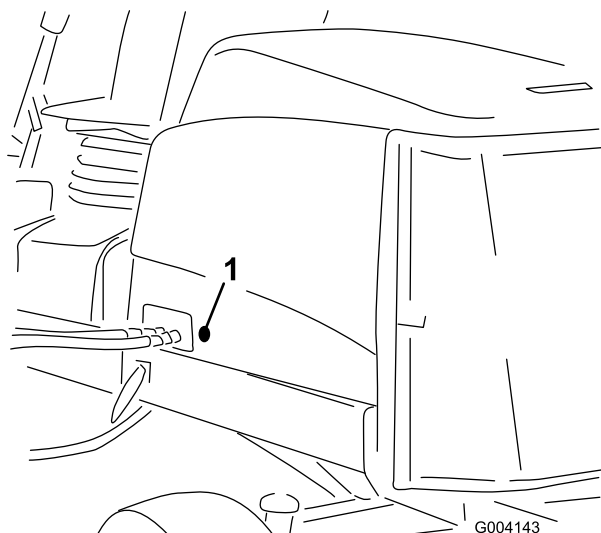

Bild 15
2. Nehmen Sie die Gummidichtung aus dem Loch links an der Motorhaube heraus (Bild 15).